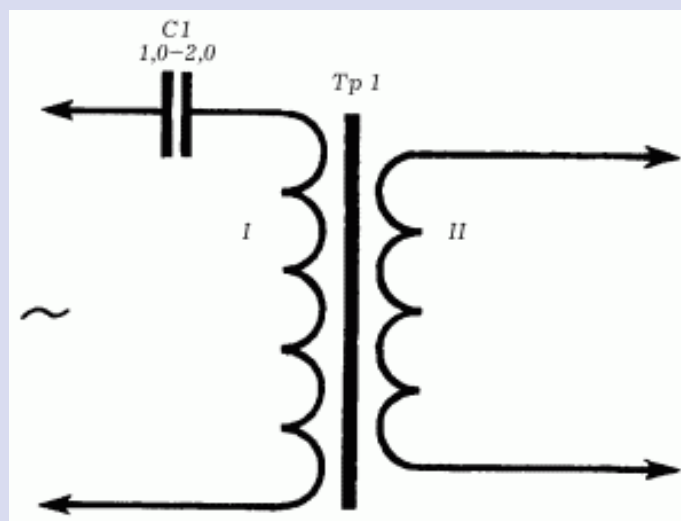

Рис. 5. Понижающий трансформатор (схема).
– участок проводки, короткое замыкание на котором предстоит определить, подключают к понижающему трансформатору (рис. 5);